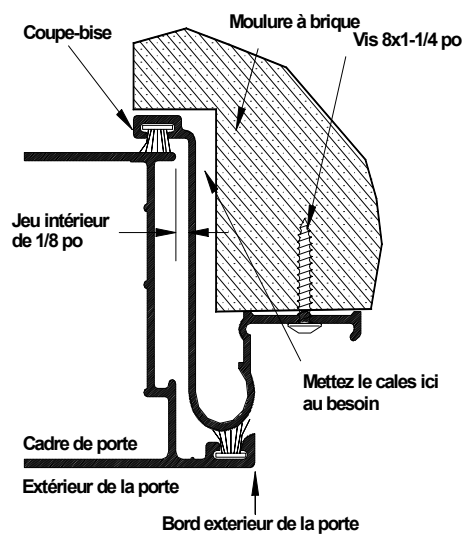

Fig. 2
7. Pour les portes sans chevauchement, voir Fig. 2. Mettez le cadre de montage du verrou de façon que le bord intérieur de la contreporte repose contre le coupe-bise et assure un jeu de 1/8 po de haut en bas. Au besoin, mettez des cales sur la moulure à brique.